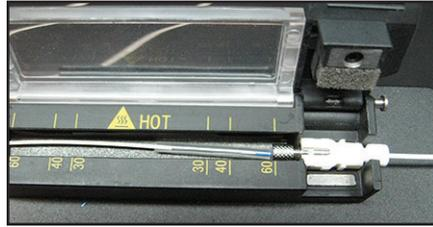

Figura 7
7. Transfira a emenda para o forno de aquecimento, no lado direito (Figura 7). Verifique a posição da luva de emenda e inicie o modo de aquecimento nº 1. Use o modo nº 1 do aquecedor com o centro e bordas ativados. Pressione o botão **HEAT** (AQUECER) para operar o ciclo de contração.